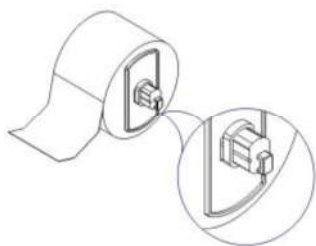

图 2.2.4
- 3) 将纸卷装在纸卷支撑杆上，并在纸卷两边各加上一个逼纸板（见图 2.2.4）；